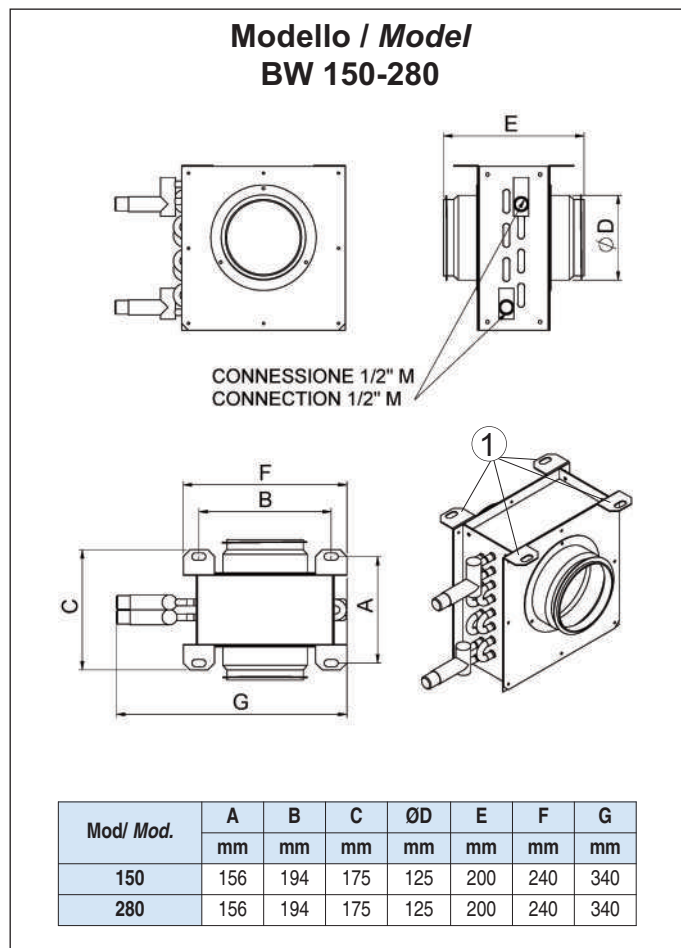

fig. 5
- Assicurarsi che la sezione sia ben ancorata: utilizzare i 4 ganci (1) indicati nelle figure 5 e 6; evitare assolutamente di scaricare coppie di serraggio sulle condotte d'aria o, peggio, sui collettori della batteria.